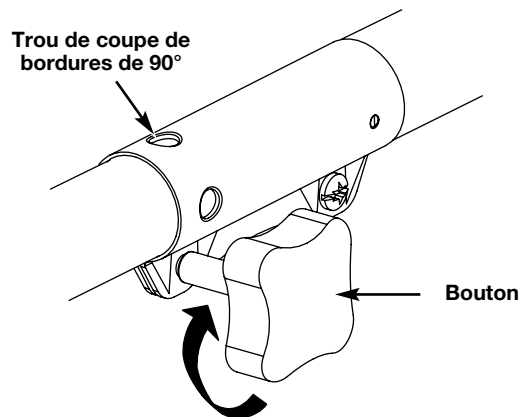

Fig. 24
3. Serrez le bouton en le tournant à droite (Fig. 24).
Pour couper les bordures à l'aide de la tête d'accessoire de coupe sur les modèle EZ-LinkMC, verrouillez le bouton de déclenchement de l'accessoire de coupe dans le trou de 90° (Fig. 24).